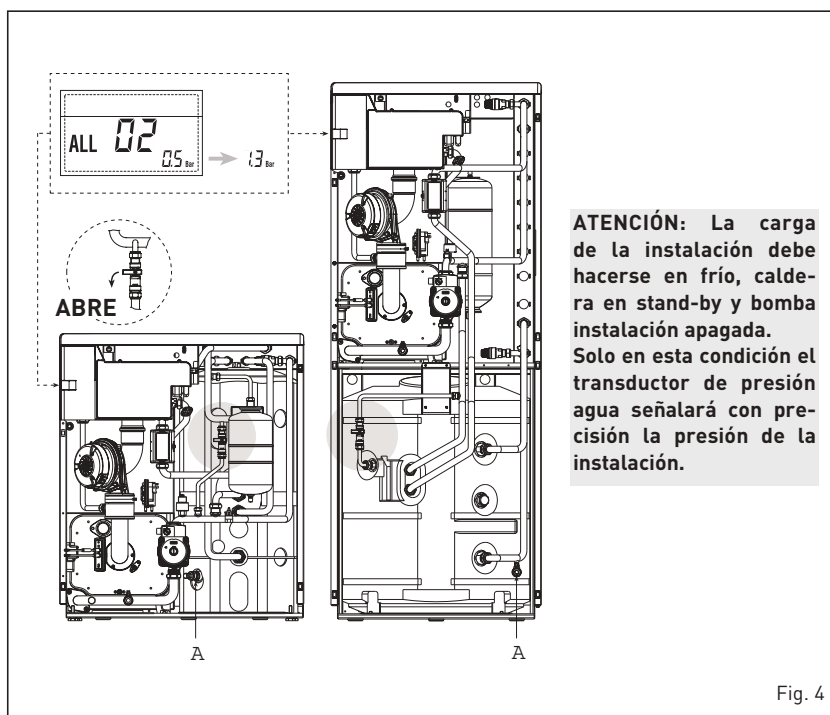

Fig. 4
2.5 FASE INICIAL RELLENADO DE LA INSTALACION (fig. 4)
2.5.1 Vaciar el calentador (fig. 4)